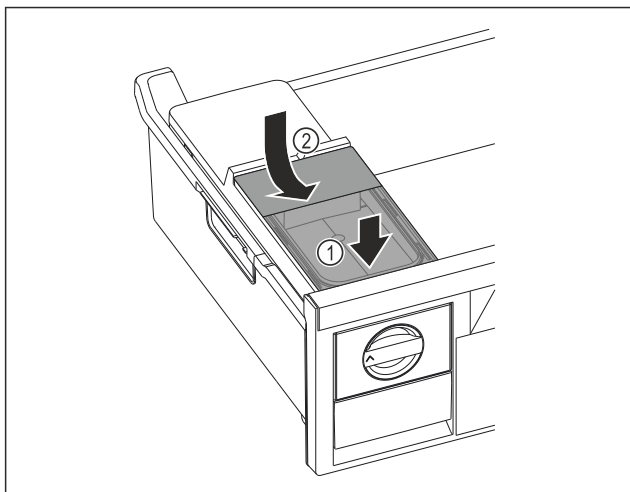

Fig. 157
- Поставете резервоара за вода отпред. Fig. 157 (1)
- Спуснете резервоара за вода отзад. Fig. 157 (2)